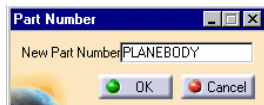

图 5-37
- Rename（重命名）：通过重命名（Rename），将使用另一零件编号创建 CARBODY.model 的一个零件。单击 Rename（重命名）图标，将弹出如图 5-37 所示对话框，从中可以输入新的零件编号 PLANEBODY，单击 OK 按